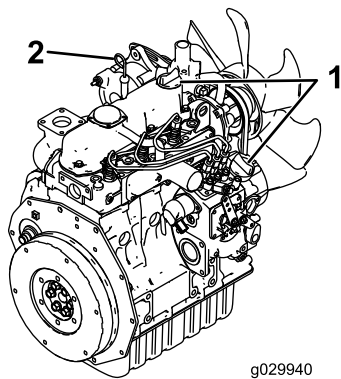

Bild 45
- Reinigen Sie den Bereich um den Ölpeilstab und den Ölfülldeckel (Bild 45).